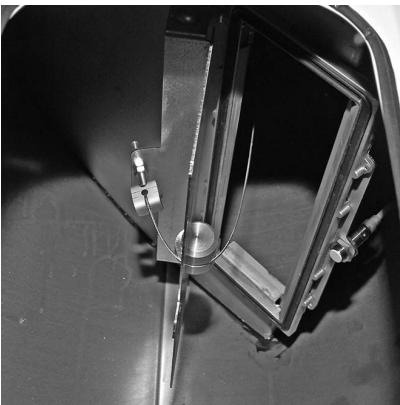
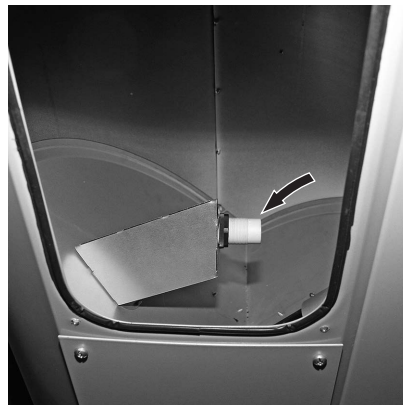

Fig. 86 Klappe Zuführreinheit
Fig. 87 Näherungsschalter Zuführreinheit
- ▶ Staub auf der Klappe Zuführreinheit und am Näherungsschalter entfernen (Fig. 86, Fig. 87), Klappe auf Leichtgängigkeit prüfen. Klappe muss im geschlossenen Zustand vollflächig an der Dichtung anliegen.